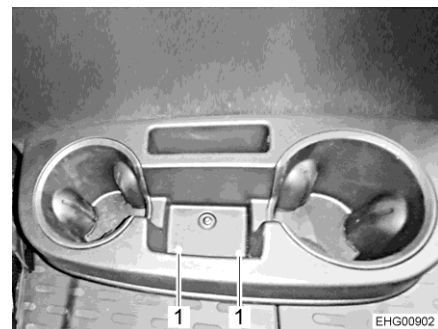

Fig. 89 Fissaggio subwoofer
- Svitare le viti (Fig. 89,1).
- Fissare il subwoofer con le viti (Fig. 89,1).